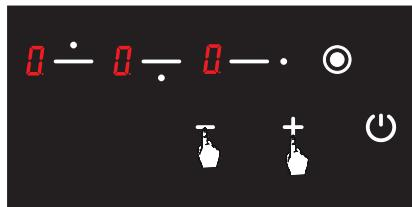

Рис. 7
3. Уровень мощности соответствующей конфорки можно установить от **H** до 9 с помощью кнопок **+** и **-** или между 9 - **H** в соответствии с дополнительными функциями варочной панели. (см. Рис. 7)